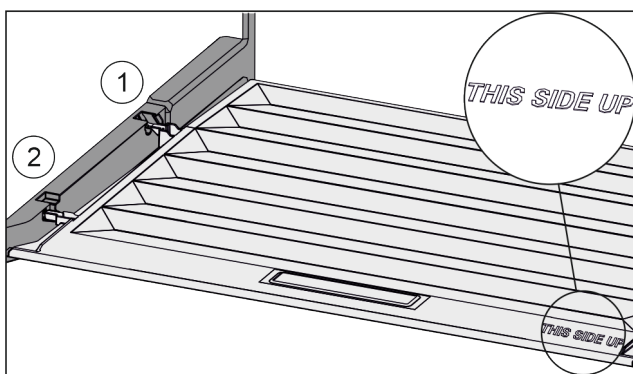

Fig. 116
- ▶ Sätt in lockbygeln över öppningen för den bakre hållaren Fig. 116 (1) och fäst den framtill i hållaren Fig. 116 (2).